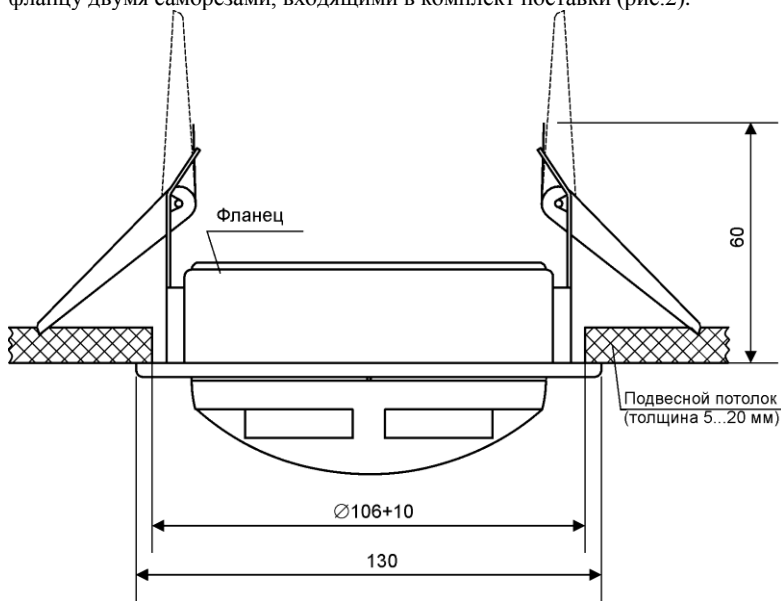
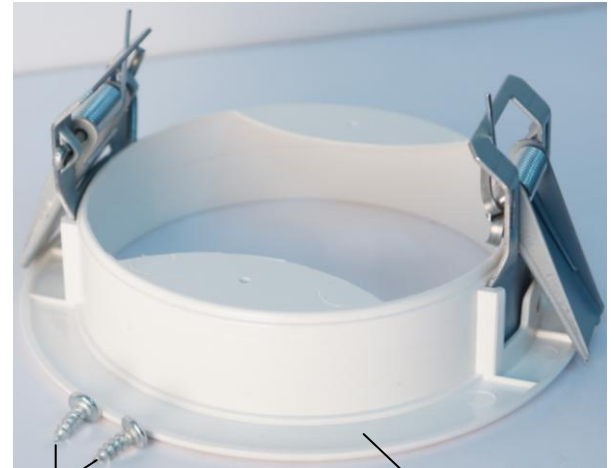

Рисунок 1. Установка извещателя с помощью «МК-2»
Рисунок 2. Комплект поставки «МК-2»
1.2 «МК-2» фиксирует извещатель с фланцем в подвесном потолке с помощью пружинных скоб (рис. 1). Розетка извещателя крепится к фланцу двумя саморезами, входящими в комплект поставки (рис.2).